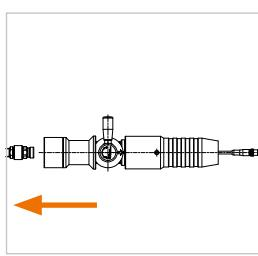

Figure 17
- ▶ Retirez soigneusement le réceptacle de service WEH® et en ligne droite du nozzle de ravitaillement (*Figure 17*). **Prudence** : le réceptacle de service WEH® peut devenir froid pendant le contrôle d'étanchéité. Pour cette raison, portez des gants pour retirer le réceptacle de service WEH®.